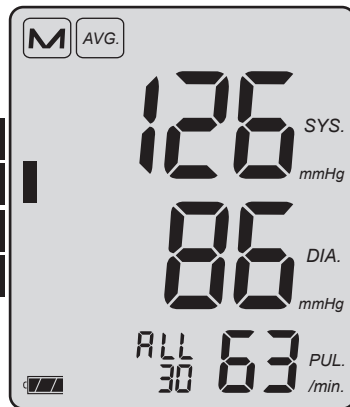

Bild 8
!Rufen Sie nach jeweils 30 eingetragenen Blutdruckmessungen Ihren Mittelwert ab, indem Sie **im ausgeschalteten Zustand** kurz die M-Taste drücken. Der Mittelwert aller gespeicherten Werte wird angezeigt (ALL). Nach wiederholtem Drücken der M-Taste wird der Mittelwert aller Messungen zwischen 0:00 und 11:59 Uhr (AM) angezeigt, danach der Mittelwert aller Messungen zwischen 12:00 und 23:59 Uhr (PM). Die Anzahl der im Mittelwert enthaltenen Messungen erscheint bei ALL/AM/PM (siehe Bild 8).
Mit der Anzeige der Mittelwerte erscheint am linken Displayrand ein dunkles Rechteck (siehe Bild 8), entsprechend der Höhe des Blutdruckmittelwertes. Mit Hilfe der zugehörigen Bewertungsskala (siehe Bild 9) sehen Sie in welchem Bereich sich Ihr Blutdruck gemäß WHO befindet (siehe Seite 13).